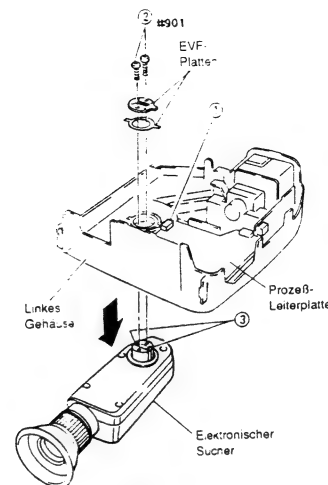

Abb. 2-24
- 1) Einen (1) Stecker (CN1209) auf der Prozeß-Leiterplatte abtrennen (siehe Abb. 2-24).
- 2) Zwei (2) Befestigungsschrauben des elektronischen Suchers (EVF) und der EVF-Platten entfernen.
- 3) Zwei (2) Laschen freigeben und den elektronischen Sucher (EVF) von dem linken Gehäuse in Richtung des Pfeiles entfernen.